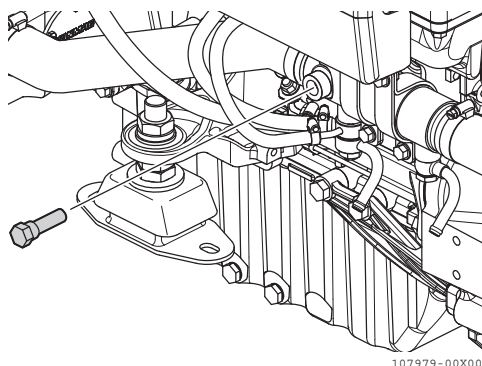

Figura 23
3. Togliere tutti i tappi (**Figura 23**), che recano la targhetta ZINCO (**Figura 22**).